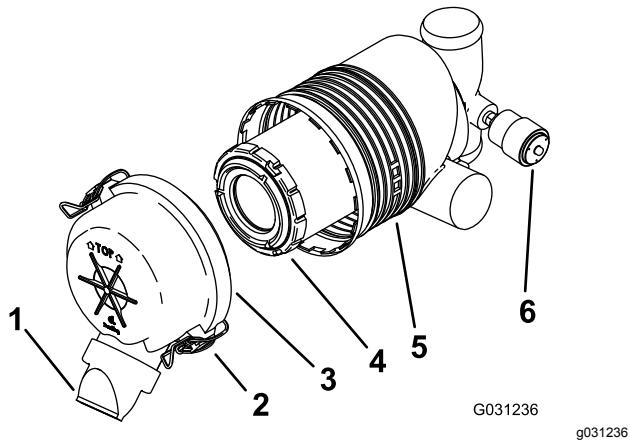

Figura 41
Importante: Cambie el filtro del limpiador de aire únicamente cuando el indicador de mantenimiento se ve rojo (Figura 41). El cambiar el filtro antes de que sea necesario sólo aumenta la posibilidad de que entre suciedad en el motor al retirar el filtro.
5. Abra los cierres del limpiador de aire y tire de la tapa de la entrada de aire para separarla del cuerpo del limpiador de aire (Figura 41).
- Si el indicador de mantenimiento se ve transparente, instale la tapa del limpiador de aire con el tapón antipolvo orientado hacia abajo, y cierre los enganches (Figura 41).
1. Extraiga con cuidado el filtro del cuerpo del limpiador de aire (Figura 41).
3. Instale el filtro con cuidado (Figura 41).
4. Instale la tapa del limpiador de aire con el tapón antipolvo orientado hacia abajo, y cierre los enganches (Figura 41).